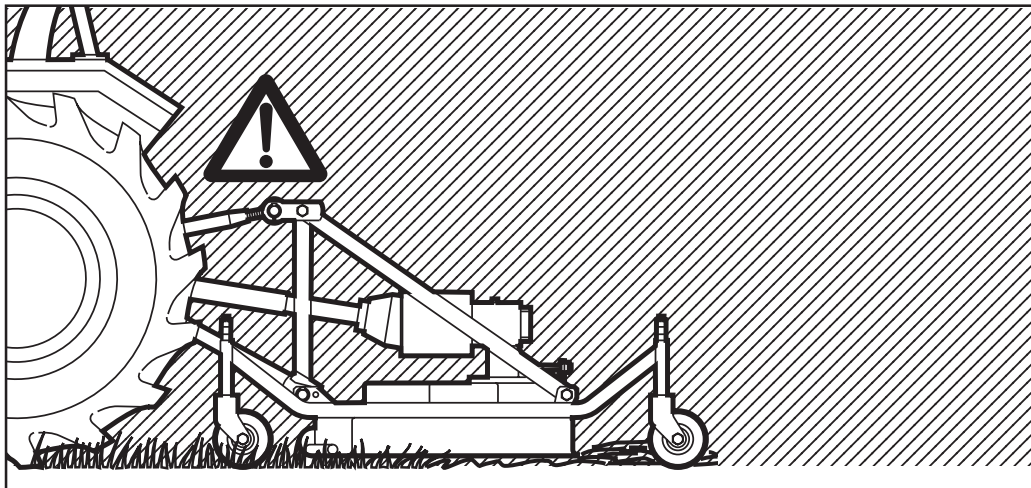

Fig. 4
- 24) *It is absolutely forbidden to stand between the tractor and the implement (Fig. 4) when the engine is running and the cardan shaft is engaged without having first engaged the hand brake and placed a block or stone under the wheels to prevent them from moving.
- 24) Es ist absolut verboten, bei laufendem Motor und eingeschalteter Gelenkwelle zwischen den Schlepper und das Gerät zu treten (Abb. 4). Dazu muß die Feststellbremse gezogen werden und unter die Räder ein Bremskeil oder ein großer Stein gelegt worden sein.
- 24) *Il est absolument interdit de se mettre entre le tracteur et l'appareil (Fig. 4) quand le moteur est en marche et le cardan enclenché, sans avoir tiré le frein de stationnement et bloqué les roues avec une cale ou un caillou. Se tenir à une distance de sécurité du broyeur en fonctionnement, à cause du lancement possible d'objets contondants.*
- 24) Está terminantemente prohibido colocarse entre el tractor y el equipo (Fig. 4) con motor encendido y cardán inserido, o sin haber accionado el freno de estacionamiento y de colocar, debajo de las ruedas, una piedra u otro elemento de bloqueo.
- 28) È assolutamente vietato interpersi fra il trattore e l'attacco della macchina per manovrare il comando dall'esterno per il sollevamento (Fig. 4).
- 28) It is absolutely forbidden to stand between the tractor and the implement when manoeuvring the lift control from the outside (Fig. 4).
- 28) Es ist absolut verboten, zwischen den Schlepper und den Anschluß zu treten, um die Aushebung von außen zu betätigen (Abb. 4).
- 28) Il est absolument interdit de se mettre entre le tracteur et l'attelage pour manoeuvrer la commande de relevage de l'extérieur (Fig. 4).
- 28) Está absolutamente prohibido colocarse entre el tractor y el enganche para maniobrar el mando desde el externo en la fase de elevación (Fig. 4).